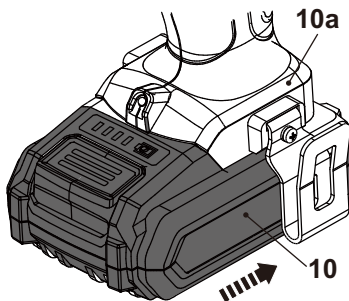

Fig. 4
- > Bloquee el interruptor de encendido/apagado (7) para evitar que se encienda accidentalmente, colocando el control de rotación hacia adelante/atrás (6) en la posición central (consulte la sección "Funciones del producto - Control de rotación hacia adelante/atrás").
- > Alinee la batería (10) con las ranuras de deslizamiento del puerto de acoplamiento de la batería (10a) y deslice la batería para colocarla. Asegúrese de que encaja en su sitio (Fig. 4)